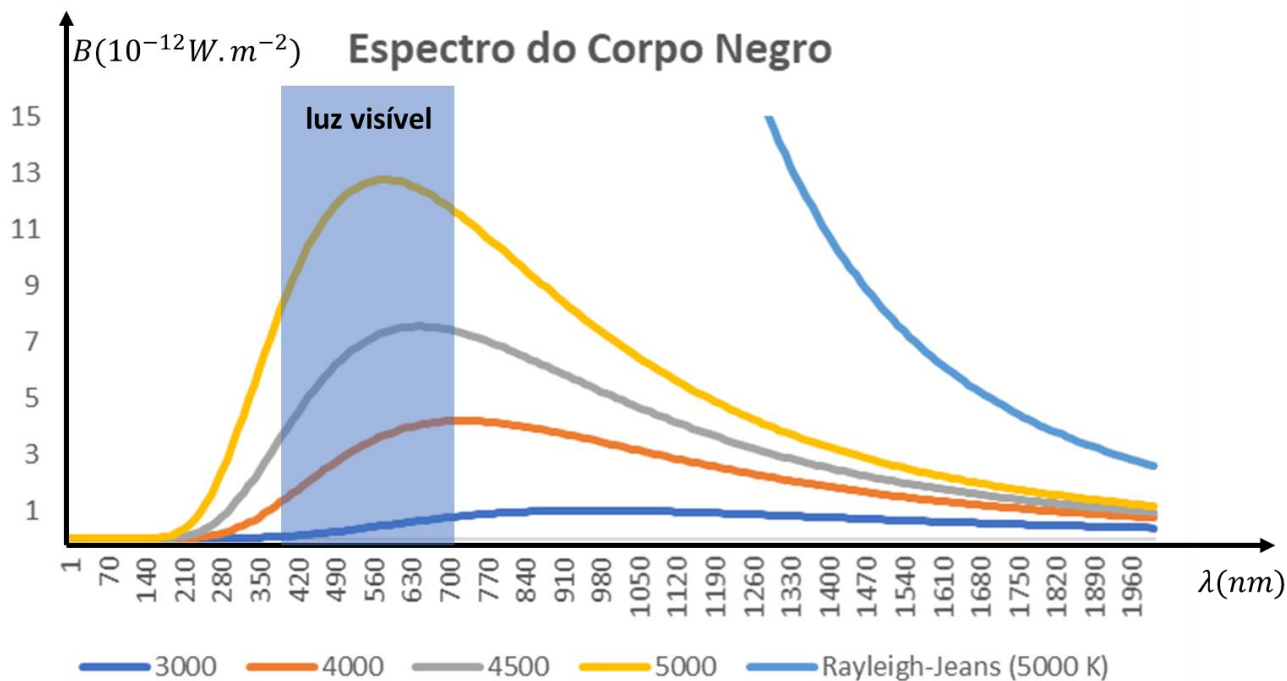

Figura 29: Espectro do Corpo Negro
Podemos traçar os gráficos correspondentes à Equação do Corpo Negro de Planck a várias temperaturas. Observe, ainda, que, na Figura 29, a Equação de Rayleigh-Jeans destoa bastante da Equação de Planck para pequenos comprimentos de onda, incluindo a faixa de **luz visível**.
- As lâmpadas fluorescentes com temperatura de 5000 K possuem uma eficiência luminosa muito superior às lâmpadas incandescentes de temperatura mais baixa. Observe na Figura 29 que o pico de emissão na temperatura de 5000 K cai bem na faixa de frequência do visível;